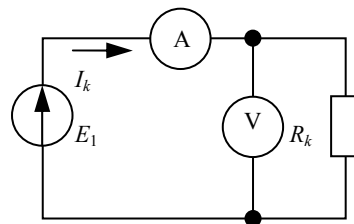

Рис. 1. Схема измерения сопротивления
2. Определить сопротивления резисторов  $R_1, R_2, R_3$  методом амперметра-вольтметра, для чего собрать схему (рис. 1) и, подключая поочередно резисторы, измерить токи и напряжения. Данные измерений внести в табл. 1.